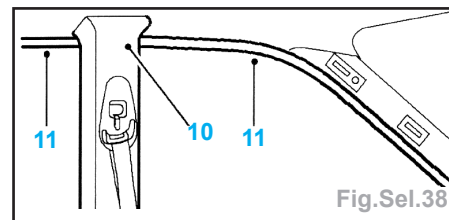
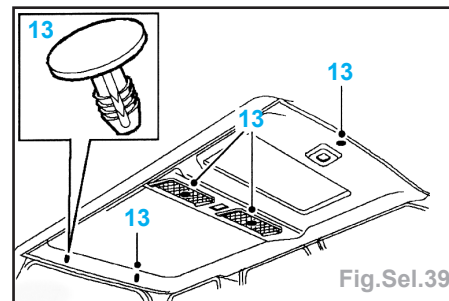

Fig.Sel.38
Fig.Sel.39
- les deux enjoliveurs (10) supérieurs de pied milieu/AR et les mettre sur le côté (Fig.Sel.38).
- Le garnissage de pavillon des joints des baies (11) de porte AV et AR.
- Déposer les 5 pressions (13) de retenue du garnissage de pavillon (Fig.Sel.39).